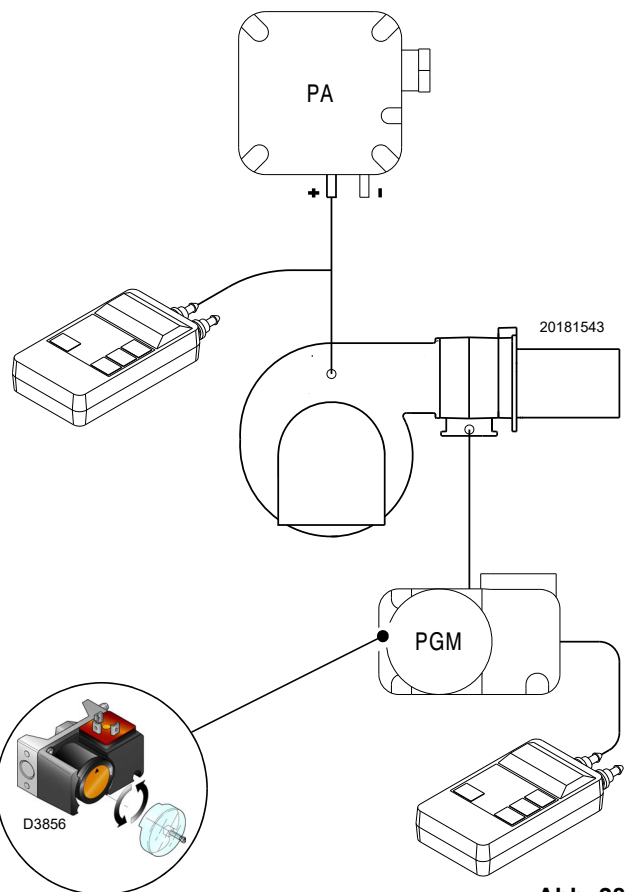

Abb. 28
- Stellen Sie den Maximal-Gasdruckwächter (Abb. 28) auf den Skalenendwert ein.
Die Einstellung des Maximal-Gasdruckwächters ausführen (Abb. 28), nachdem alle anderen Einstellungen des Brenners bei auf das Skalende eingestellten Maximal-Gasdruckwächter vorgenommen wurden.